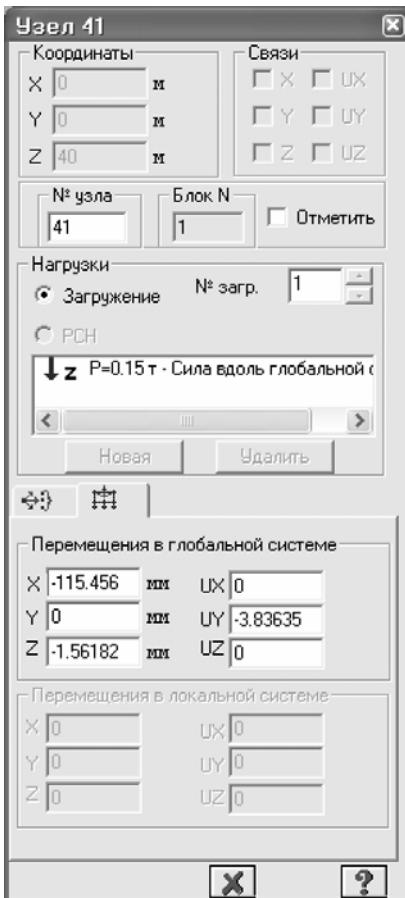

Рис.8.23. Диалоговое окно Информация об узле № 41
- Укажите курсором на узел № 41 и щелкните левой кнопкой мыши. Открывается диалоговое окно **Узел 41** (рис.8.23), которое содержит № узла, № загружения и величину нагрузки на заданный узел, значения перемещений узла в глобальной системе координат.